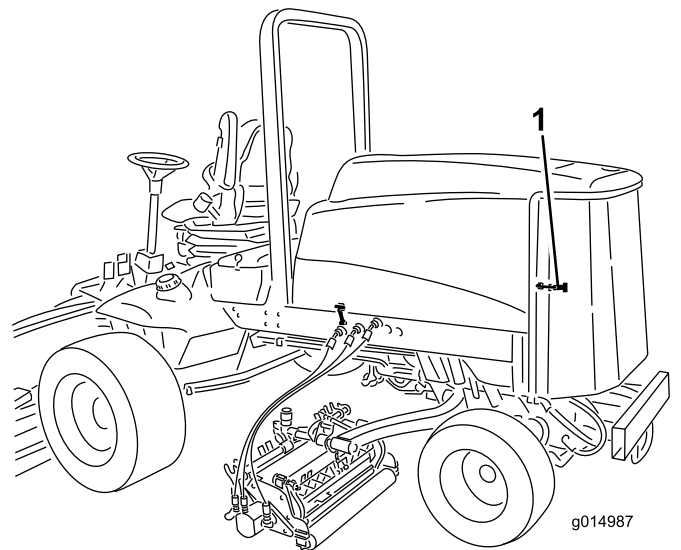

Figure 97
1. Déverrouillez et ouvrez la grille arrière (Figure 97).